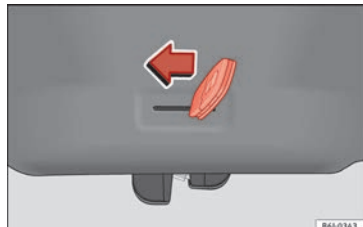
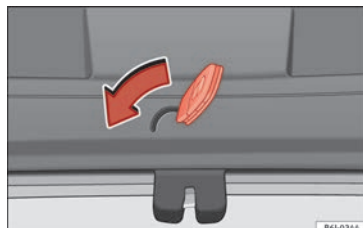

Fig. 167 IBIZA/IBIZA SC: Apertura de emergencia del portón trasero.
Fig. 168 IBIZA ST: Apertura de emergencia del portón trasero.
- Introduzca el espadín de la llave en la ranura y desbloquee el sistema de cierre, dirigiendo la llave de derecha a izquierda, tal como indica la flecha » **fig. 167**, » **fig. 168**.